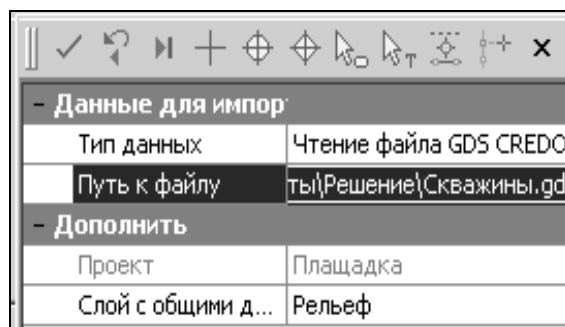

Рис. 3.16. Настройки в окне «Параметры»
3. В окне ПАРАМЕТРЫ установите настройки согласно рис. 3.16. Путь к файлу укажите «Скважины.gds».